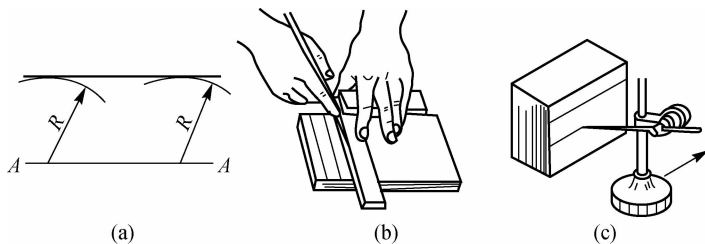

图 1-15 划平行线
(1)用作图法划平行线。以已知平行线之间的距离 R 为半径,用划规划两圆弧,作两圆弧公切线即得,如图 1-15(a)所示。
(2)用角尺推平行线。角尺紧靠工件基准边,并沿基准边移动,用钢尺度量尺寸后,沿角尺边划出,如图 1-15(b)所示。
(3)用平台、划针盘划平行线。将工件垂直安放在划线平台上(紧靠方箱、角铁侧面),可用划针盘在高度尺寸度量后,沿平台移动划出,如图 1-15(c)所示。